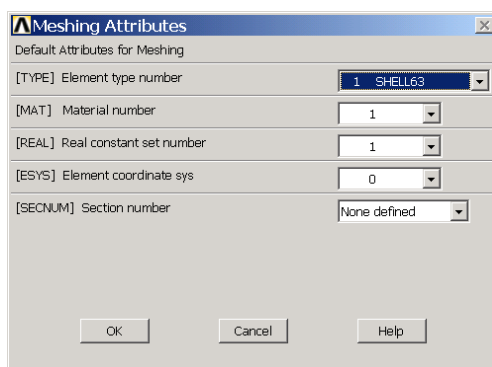

图4.28 分网属性对话框
- 设置单元属性：在【Element Attributes】下拉列表框中可以选择【Global】、【Volumes】、【Area】、【Lines】或【Keypoint】选项进行属性设置。选中【Global】，单击  按钮，将弹出如图 4.28 所示的【Meshing Attributes】对话框，可在该对话框中设置对应的单元类型、材料属性、实常数、坐标系及单元截面（如果定义了 BEAM 单元或 SHELL 单元，才会有单元截面项）。